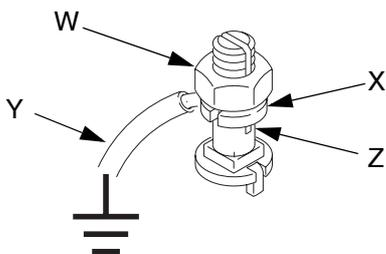

Рис. 7. Винт заземления
Если у вас есть винт заземления, изображенный на Рис. 7, ослабьте контргайку (W) наконечника заземляющего проводника и шайбу (X). Вставьте один конец провода (Y) заземления в отверстие в наконечнике заземляющего проводника (Z) и надежно затяните контргайку. Другой конец провода следует соединить с грунтовым заземлением. Номер узла провода и зажима заземления по каталогу— 237569.